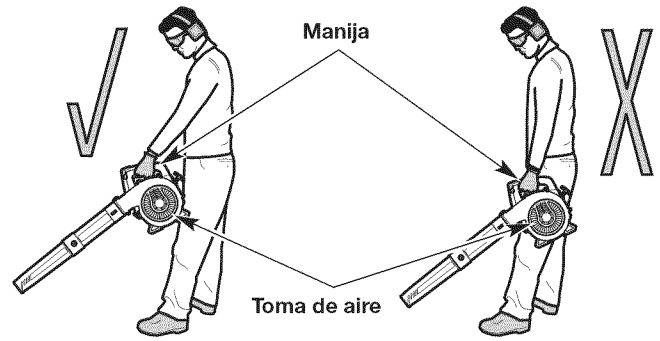

Fig. 10
- Párese en la posición de arranque (Fig. 10). Párese derecho. No se incline sobre el aparato.
- Sostenga la unidad delante y separada del cuerpo (Fig. 10).
**WARNING:** A fin de evitar que se produzcan lesiones graves o daños a la unidad, **NO** sostenga la unidad en su costado (Fig. 10). El motor puede estar muy caliente. **NUNCA** bloquee la toma de aire.